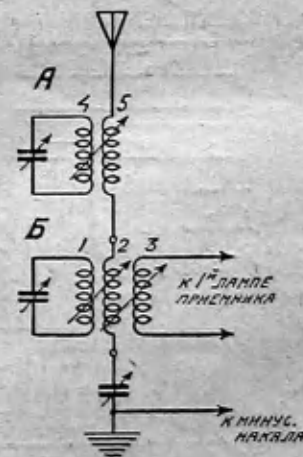

Рис. 3. Присоединение двух фильтров.
Ввиду того, что в такой непосредственной близости, как 150 метров, вполне заметны первые два обертона Ленинградской станции, т. е. около 500 м и около 330 метров,—при желании принимать немецкие станции приходилось либо перестраивать фильтр на эти обертоны, либо (что оказывалось несколько лучше и легче)—применять два фильтра, как это указано на рис. 3.
Конечно, такая схема (рис. 3) является уже большим усложнением и не всякому доступна из-за необходимости иметь два лишних (и хороших!) конденсатора переменной емкости.
На рис. 3 под лит. А показан фильтр, отсасывающий волны обертонов и, следовательно, настроенный в нашем случае соответственно на 500 или 330 метров (катушка „А“—сотовая около 60 витков при конденсаторе около 500 см).
1) Схема рис. 3 есть схема приема коротких волн диапазона, но всяком случае более коротких, чем волны мешающей станции.